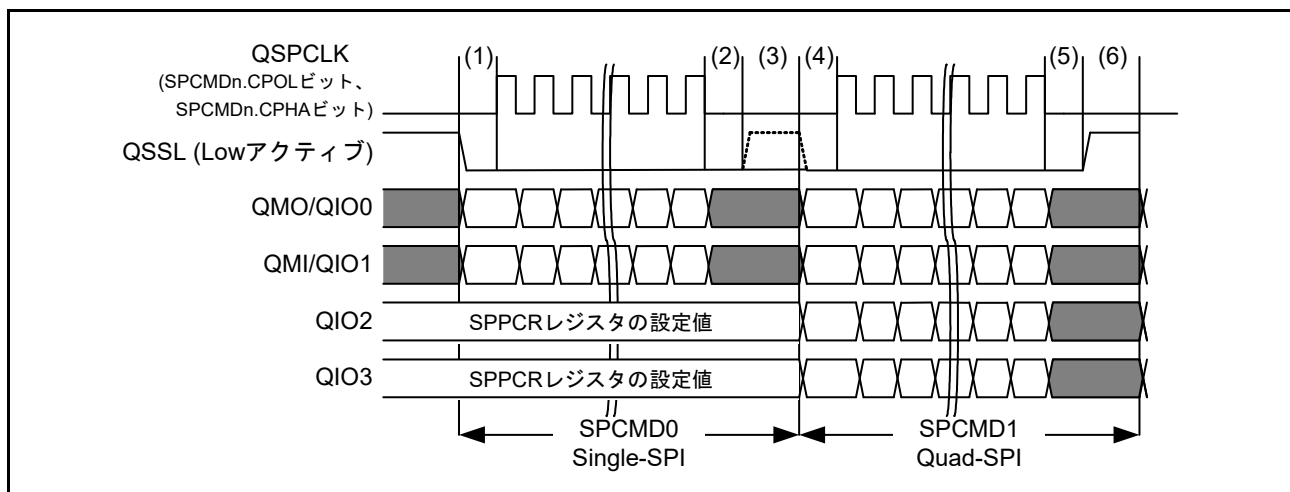

図 41.22 QSSL 信号レベル保持を利用したバースト転送の例 (Single-SPI、Quad-SPI 混合) (n = 0 ~ 3)
もう一つの方法は Single-SPI モードと同様に QSSL 信号レベル保持機能を用いる方法です。この方法は転送の途中で SPI 転送モード (Single/Dual/Quad-SPI) を変更することができるため、シリアルフラッシュメモリにコマンドデータを Single-SPI モードでライトし、メモリ格納データを Quad-SPI モードでライトする場合などで有効です。ただし、SPI 転送モードを変更する場合は転送の間に遅延期間を 1 サイクル以上挿入してください。Single-SPI と Quad-SPI を混合したバースト転送の例を図 41.22 に示します。図中 (1) ~ (6) の動作内容を以下に説明します。
- (1) SPCMD0 レジスタに従ったクロック遅延期間です。バースト転送の最初の転送では 1.5 QSPCLK 以上となるように設定してください。
- (2) SPCMD0 レジスタに従った QSSL ネグート遅延期間です。SPCMD0.SSLKP ビットを “1” にしているため、QSSL ネグート遅延期間後も QSSL はネグートされません。SPCMD0.SLNDEN ビットの設定により